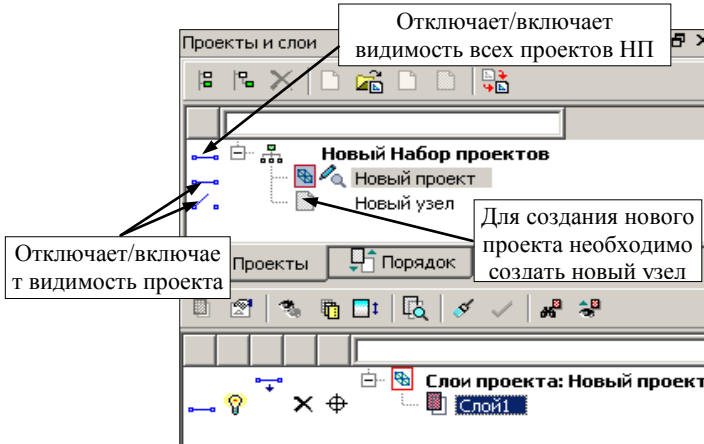

Рис. 3.8
После выполнения команды **Создать Набор Проектов** на панели **Проекты и слои** создается новый набор проектов (НП), в состав которого входит один проект с именем *Новый проект*. В новом проекте автоматически создается один слой с именем *Слой 1* (рис. 3.8).
Набор проектов плана имеет древовидную структуру *узлов* (рис. 3.8), которые хранят ссылку на проект и информацию о его состоянии, т.е. загружен проект или нет, в каком состоянии загружен: для записи или для чтения. Установить проект активным можно двойным щелчком левой клавиши мыши по его названию. При этом активным станет слой, который расположен первым в дереве слоев.
Для проектов и набора проектов предусмотрены переключатели, которые управляют видимостью отдельных проектов и всего НП (рис. 3.8).
1. Для создания нового проекта необходимо создать новый узел. На локальной панели инструментов окна **Проекты** выберите команду **Создать узел на одном уровне**  (рис. 3.8).